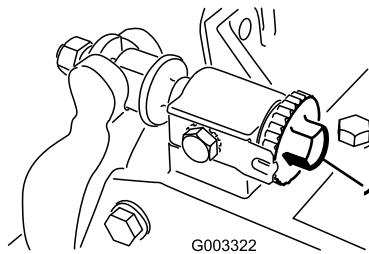

Figura 7
- A. Rode os parafusos de ajuste da barra de apoio no sentido dos ponteiros do relógio (Figura 7), um clique de cada vez, até que se veja e ouça um leve contacto.